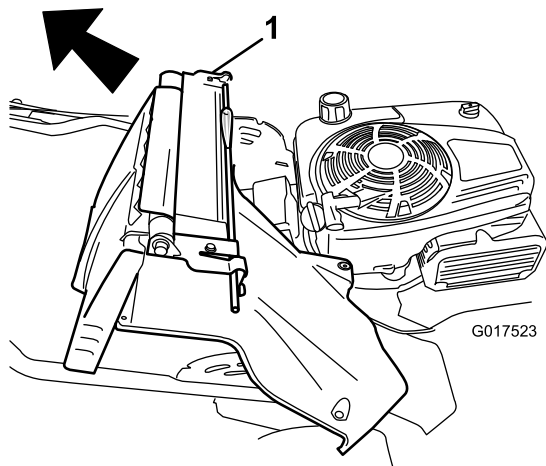

Figura 34
7. Retire el deflector trasero y la palanca de bloqueo del manillar (Figura 34).